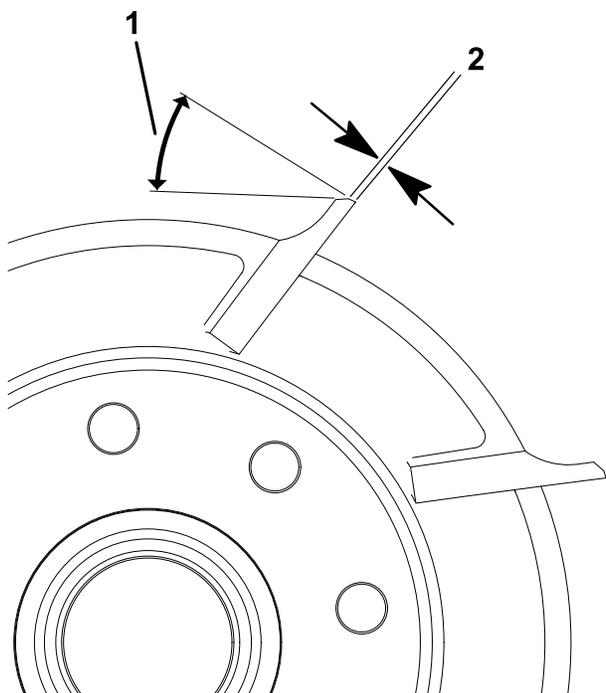

图 27
1. 对所有滚刀棱面进行 30° 铲磨直至棱面宽度达到 0.8 mm 图 27。